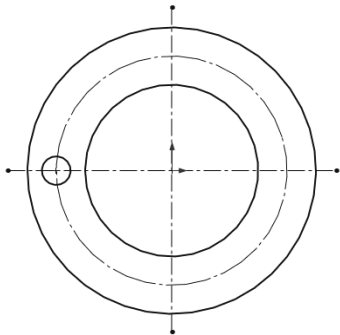

图 3-72 草图
- [1] 打开初始文件“Z3L7.prt”,编辑草图,草图如图 3-72 所示。